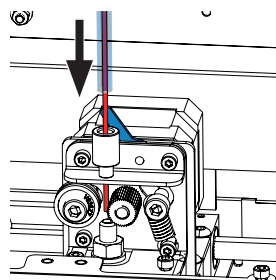

Fig. 26
- ⇒ Empuje el filamento a través de la abertura superior de la extrusora hasta que el filamento se encuentre entre las dos ruedas guía (fig. 26).